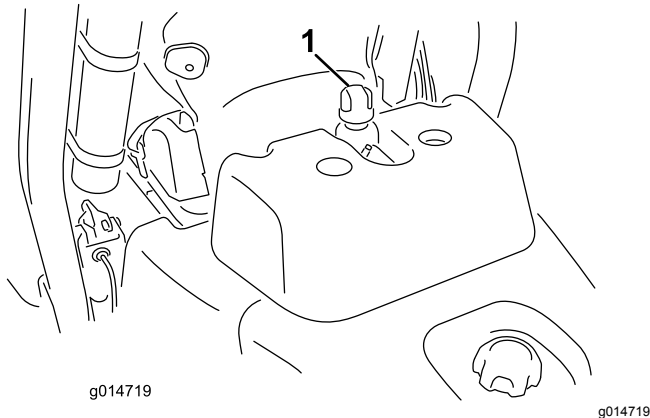

Figure 25
2. Retirez le bouchon du réservoir (Figure 25).